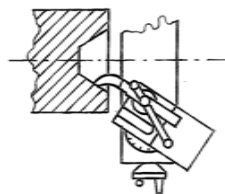

Fig. 14
- Il 2° metodo consiste nell'inclinare dell'angolo voluto la slitta portautensile, lavorando poi col carrellino superiore (Fig. 2, Fig. 3, Fig. 14). (usato per angoli molto grandi e pezzi corti);